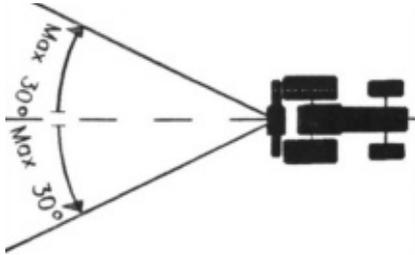

Bild 3
- » Beim Ziehen beachten Sie den maximal erlaubten Winkel von 30 Grad (Bild 3).